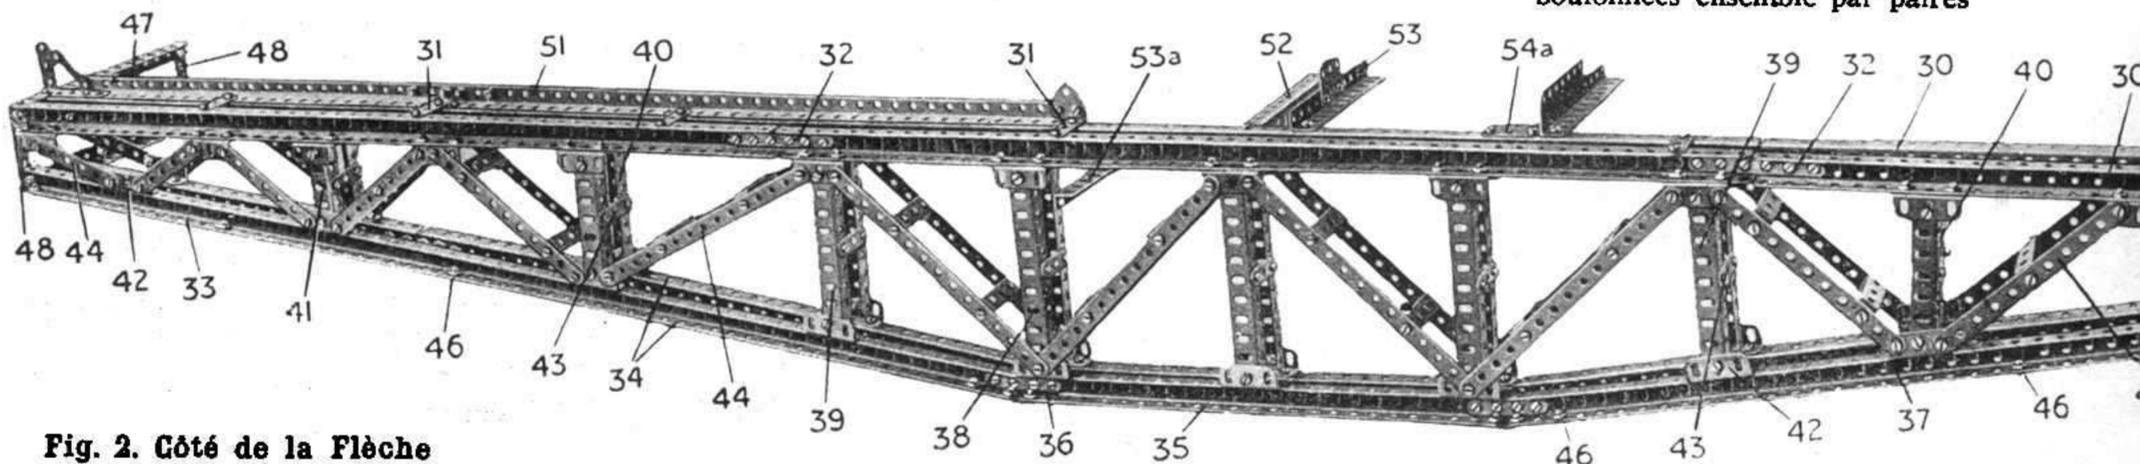
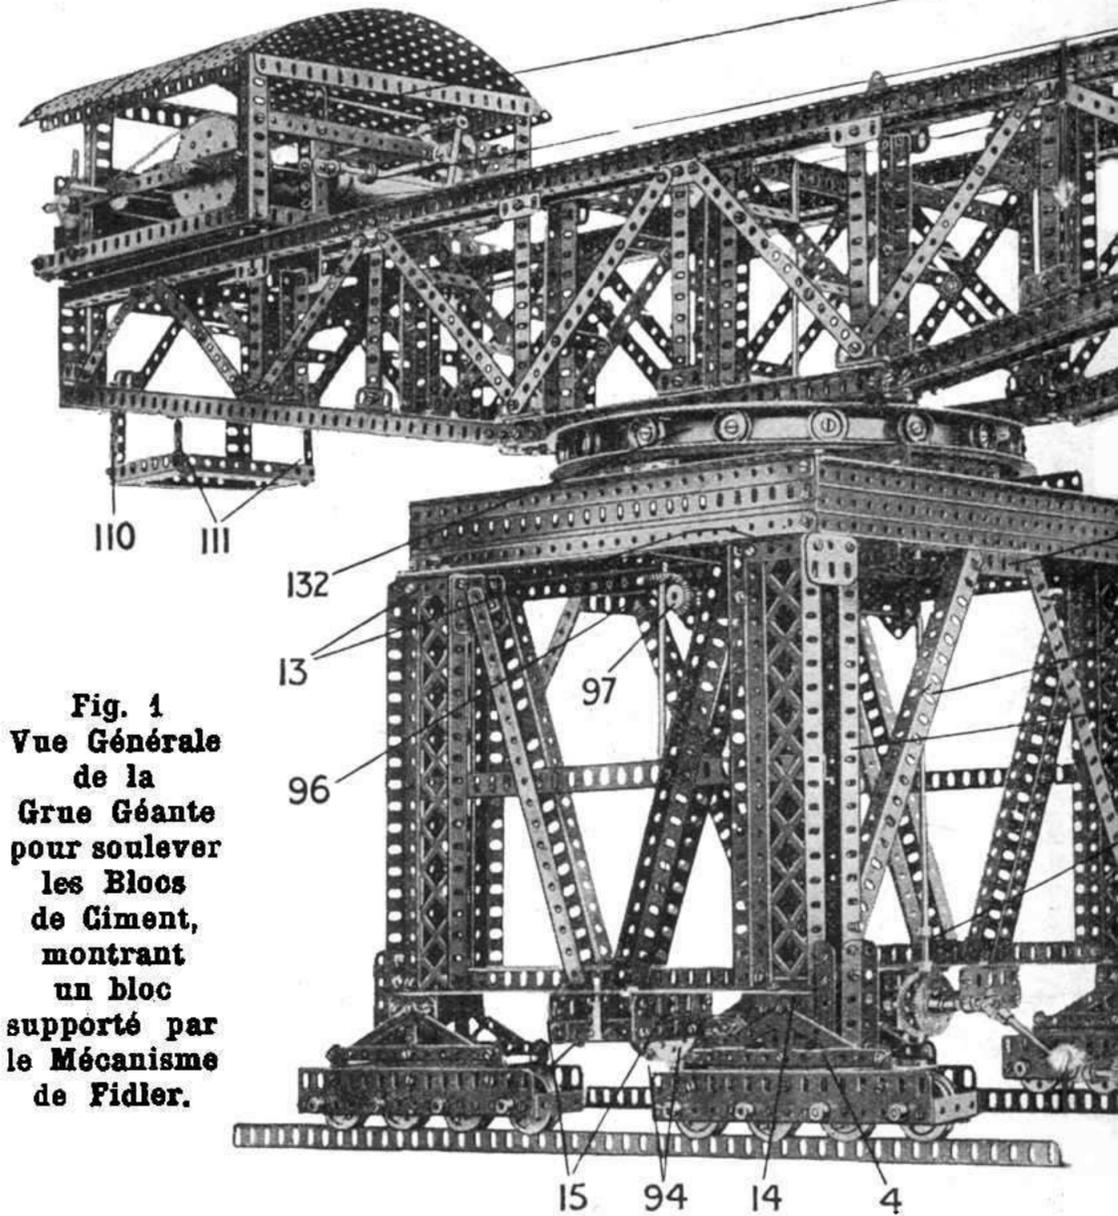

Fig. 2. Côté de la Flèche
Fig. 1
La Figure 2 est une vue d'un côté de la flèche, l'autre côté est exactement semblable mais a été supprimé pour plus de clarté. Chaque côté doit être construit séparément d'après les instructions données ci-dessous, et le tout monté ensuite dans l'ensemble.
Les Cornières verticales (38, 39, 40, 41) qui ont respectivement 11, 9, 7 et 5 trous, sont boulonnées aux Cornières supérieures (30, 30a) et aux Cornières inférieures (35, 34, 33 et 37) par intermédiaire de Cornières de trois trous (42), et sont réunies par des Bandes de 3 trous (43), tandis que les étais obliques (44) représentés sur la Fig. 2 et dont nous voyons les différentes longueurs sont boulonnés aux Cornières (42) et assemblés par des Bandes Courbées de 38 x 38 mm (45). On notera que les Bandes (44) ne sont pas dans chaque montant fixées au même point de la courte Cornière (42) et quoiqu'il n'y ait pas de Cornière verticale (correspondant aux Cornières 38, 39, 40, 41) près de l'extrémité de la flèche, la courte Cornière (42) y est placée pour permettre à la Bande (44) d'y être attachée. Les Cornières en forme d'U sont assemblées de la même façon que les Cornières supérieures (30, 30a) par des Bandes de 3 trous aux points (46).
Les deux Cornières verticales de 11 trous (104) boulonnées aux Cornières (47 voir Fig. 2, 4) portent une Cornière de 9 trous (105), et constituent des supports pour une Tringle de 11 $\frac{m}{m}$ 5 (106) à laquelle sont fixées des Poulies de 25 $\frac{m}{m}$ (107). On donne à la structure une solidité encore plus grande par l'adjonction de Bandes de 5 trous (108 et par des Bandes croisées de 12 $\frac{m}{m}$ (109).
Le « berceau » (110) (Fig. 1) est établi pour porter un poids servant à contrebalancer le porte-à-faux de la flèche, il est constitué par deux Cornières de 7 et de 9 trous, suspendues sur une paire de Cornières de 5 trous, boulonnées aux Cornières inférieures de 15 trous (50) (Fig. 2) et par deux Bandes de 3 trous (111), qui sont fixées à la Cornière assemblée en U (37) par l'intermédiaire d'Equerres.